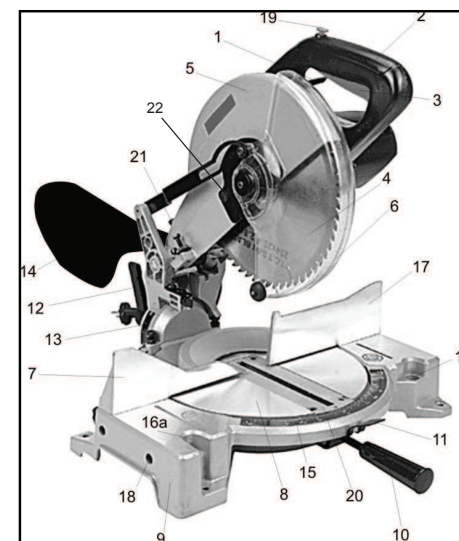

Рис. 1
3.1 Общий вид пилы схематично представлен на рис. 1